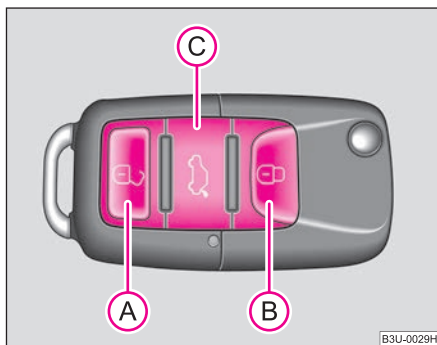

Fig. 28 Cheile:
- Apăsați tasta **(A)** ⇒ fig. 28 cca. 1 sec.